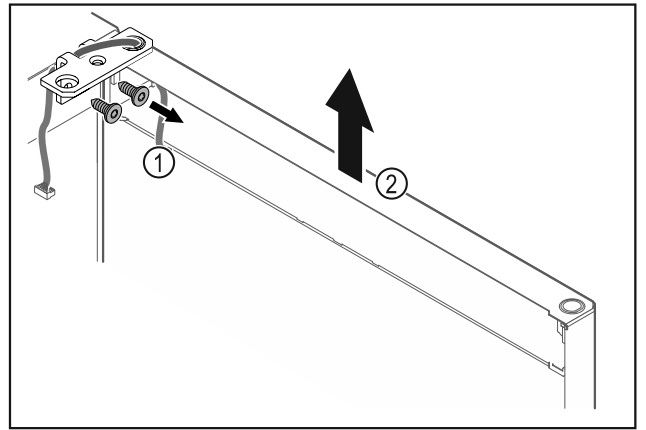

Fig. 21
- ▶ Atsukite šarnyrinį kamputį Fig. 21 (1).
- ▶ Duris, įsk. šarnyrinį kamputį Fig. 21 (2), pakelkite maždaug 200 mm tiesiai į viršų ir nuimkite.